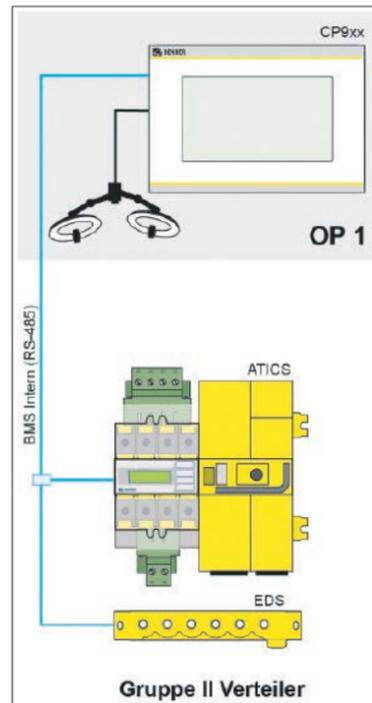
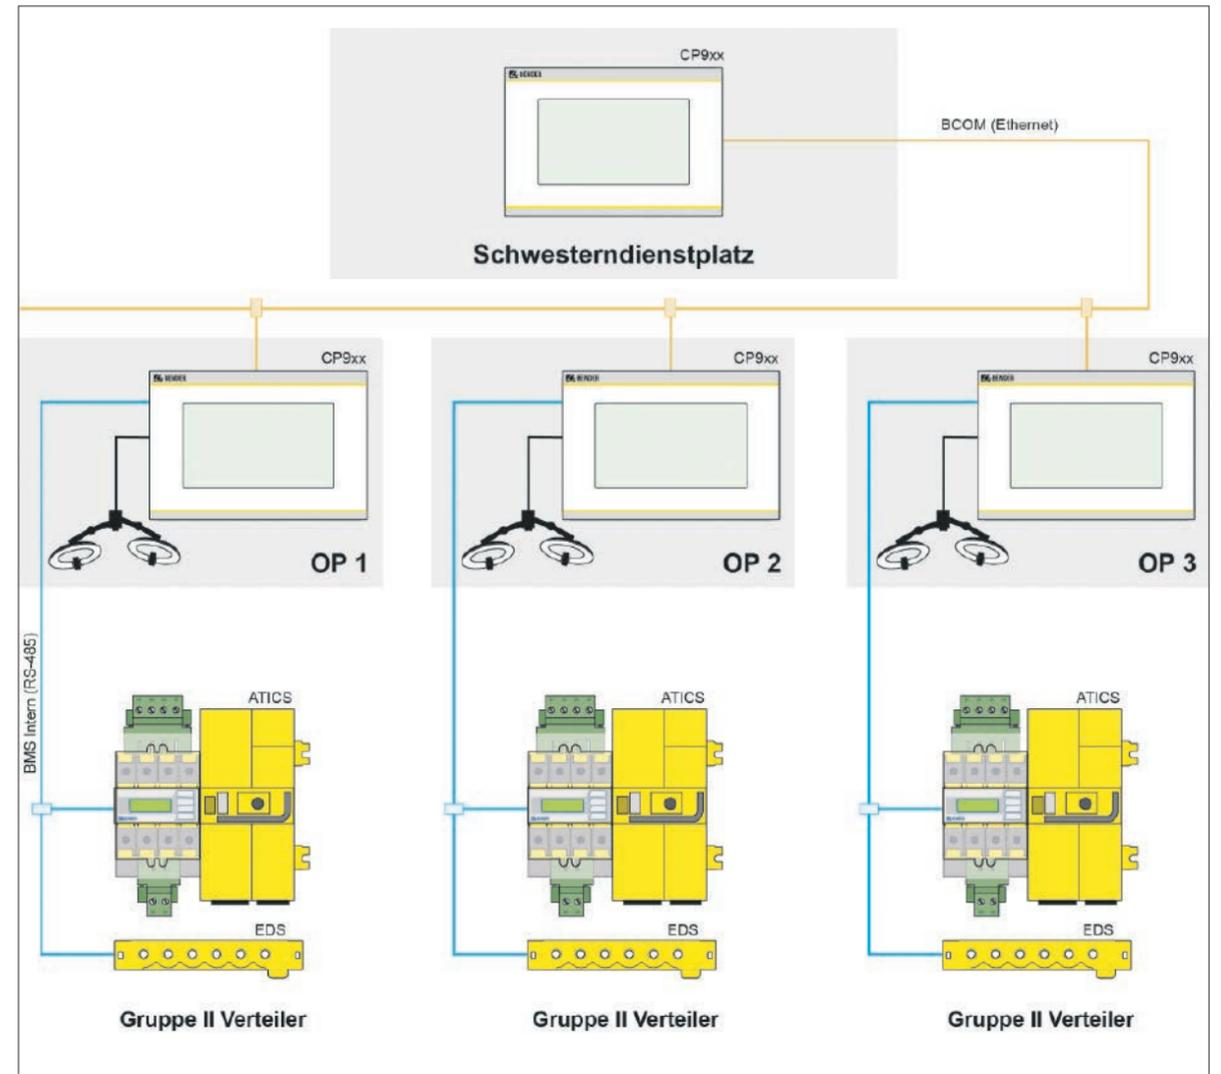

Abb. 1: IT-System als Insellösung (Trafo nicht abgebildet)
Abb. 2: Zusammenschluss der Operationssäle mit zentralem Überwachungsplatz
**König:** Ein IT-Verteiler für die Gruppe-2-Räume wird mit einem Transformator, einer ATICS-Umschalteinrichtung mit Bypass-Schalter und IT-Systemüberwachung IT-System-Überwachung mit Isolationsfehlersuchgeräten der Serie EDS ausgestattet. Als Melde- und Bedieneinheit kommt ein COMTRAXX CP9xx hinzu (Abb. 1). Die Kommunikation erfolgt über den Bender-BMS-BUS. So wird sichergestellt, dass alle für das IT-System relevanten Informationen (Alarme, Betriebszustände und Meldungen) unverzüglich übermittelt werden. Diese Insel stellt aber nur die eigenen Daten und Alarme dar. Da es sich meist um einen Verbund von OP-Räumen handelt, werden die CP9xx miteinander vernetzt (Abb. 2). Nun ist es möglich, alle Alarme, Meldungen und Steuerungen auf den Control Panels anzuzeigen. So kann